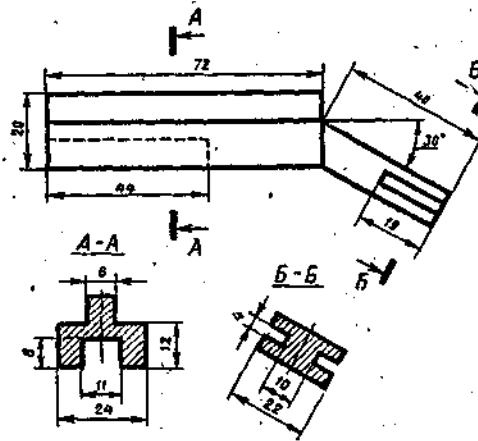

Рис. 10
- На рис. 10 приведен пример выполненного задания.